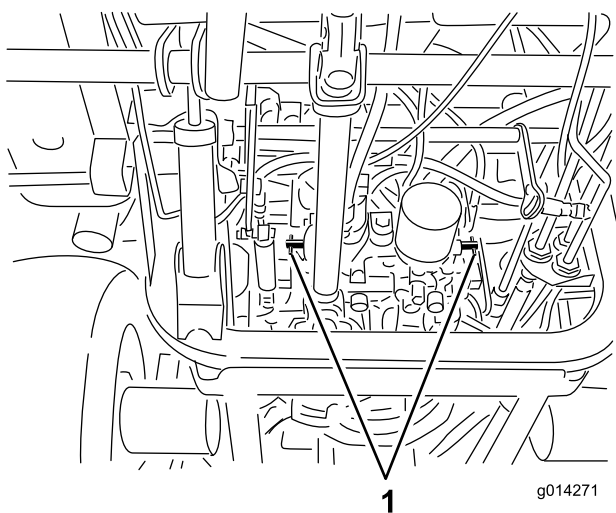

Figura 28
4. Gire las válvulas de desvío una vuelta en el sentido contrario a las agujas del reloj (Figura 28).
Gire cada válvula de desvío una vuelta en el sentido de las agujas del reloj y apriételas a mano (par de apriete de 8 N-m aproximadamente) (Figura 28).